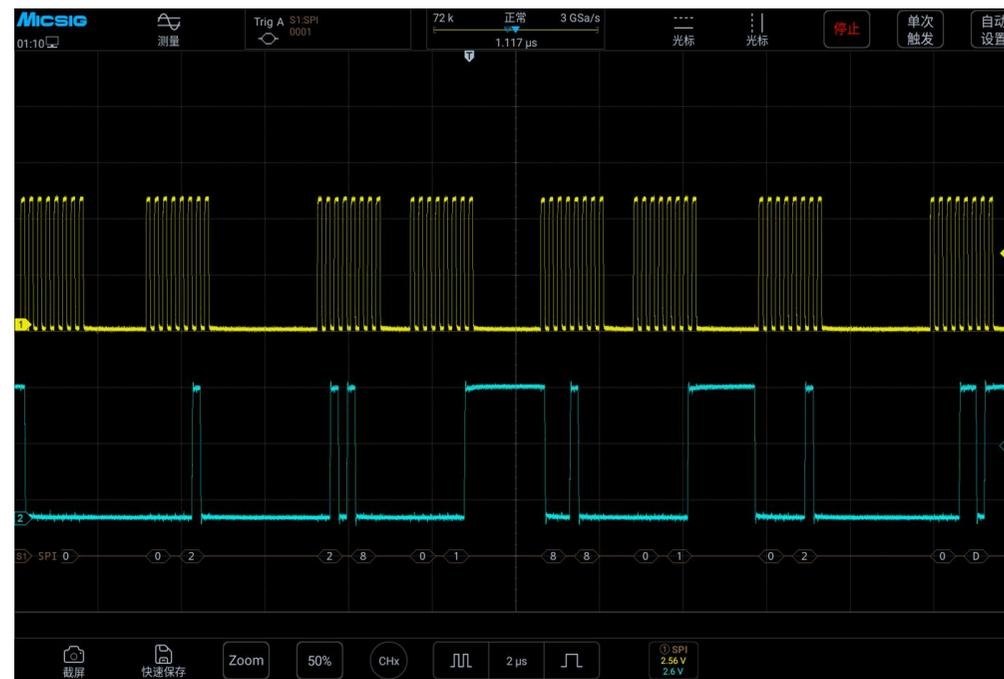

图 12-20 SPI 总线解码结果
- (1) 轻点 S1 打开解码通道，向左轻扫 S1 打开总线配置菜单；
- (2) 选择总线类型为“SPI”，点选时钟为“Ch1”上升沿，数据为“Ch2”高电平，数据字长为“4bit”；
- (3) 打开触发设置菜单，触摸屏上点按数据，使用虚拟软键盘设置要匹配的数据为“0001”；
- (4) 依据信号幅值调节 2 个通道阈值电平；SPI 触发图形界面见图 12-20：